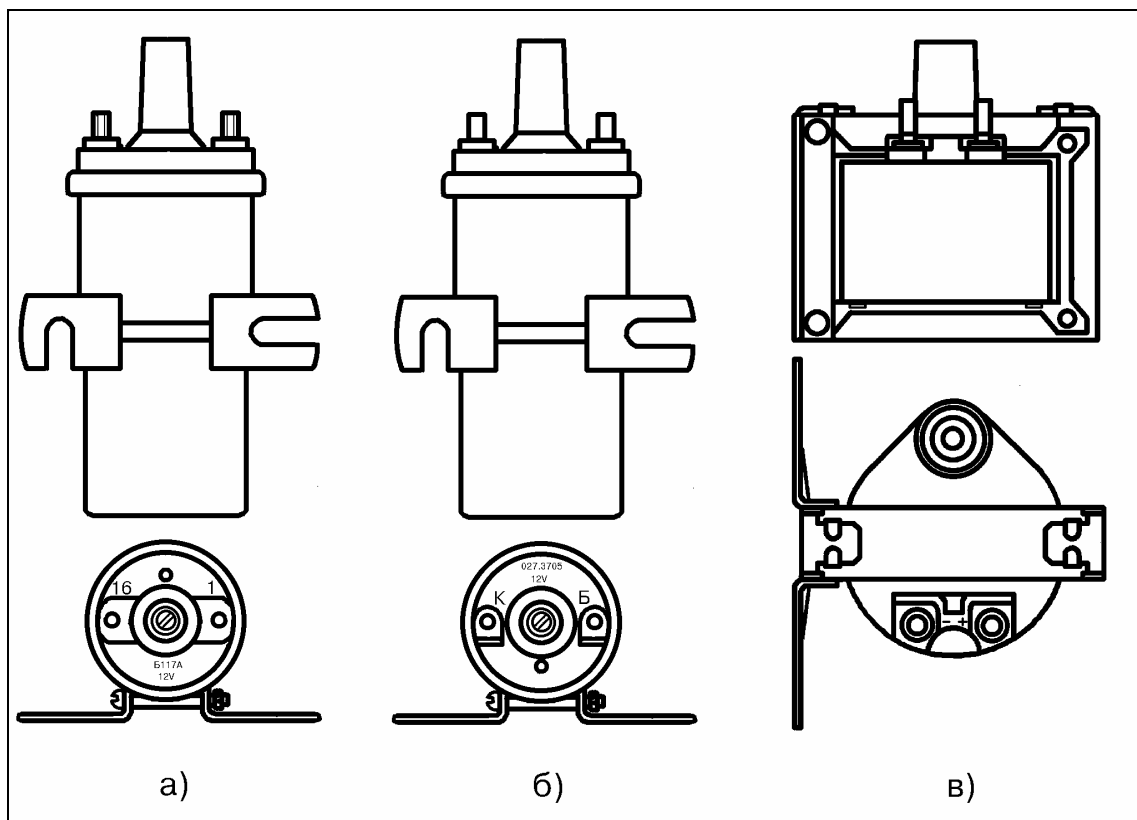

Рис.26 Катушки зажигания а/м ВАЗ.
Для создания высоковольтного напряжения необходимого для искрообразования в системе зажигания автомобиля используется катушка зажигания, рис.26. Катушка зажигания устанавливается в моторном отсеке автомобиля.
- маслонаполненные, с разомкнутым магнитопроводом, рис.26, а), б);
- сухие, с замкнутым магнитопроводом, рис.26, в).